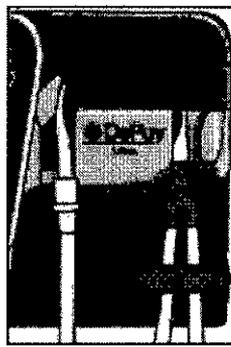

Figura 17
- 9. Gire la válvula de manguito hasta que quede en posición horizontal para cerrarla (figura 17).